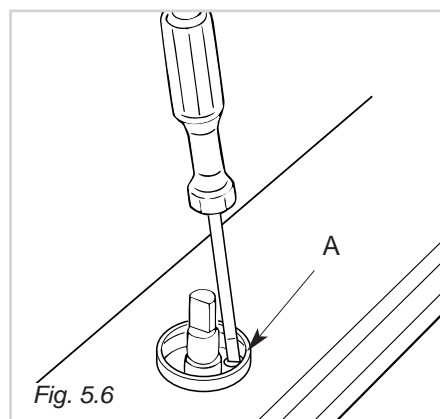

Fig. 5.6
**Para as torneiras com parafuso de regulação no corpo (fig. 5.6):**